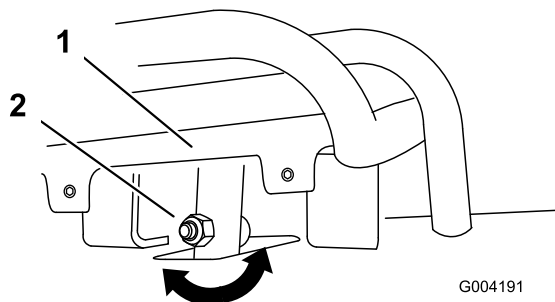

図 54
4. 全速後退位置にセットした走行コントロールバーが基準バーに対して適切に整列していない場合は、走行コントロールのステム部にあるフランジナットとボルトをゆるめる 図 54。